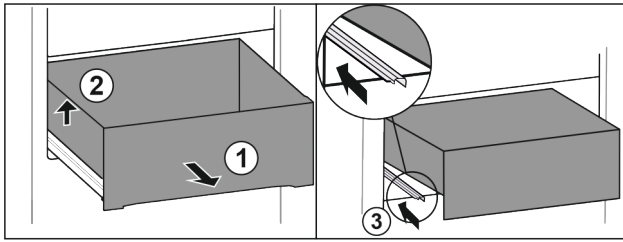

Fig. 92
- ▶ Scoateți sertarul până la opritor. Fig. 92 (1)
- ▶ Ridicați sertarul din stânga. Fig. 92 (2)
- ▶ Inserați șina din stânga. Fig. 92 (3)